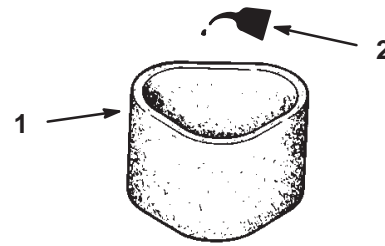

Figure 18
3. Imbibez l'élément de 30 à 60 ml d'huile (Fig. 18). Pressez l'élément pour bien répartir l'huile.